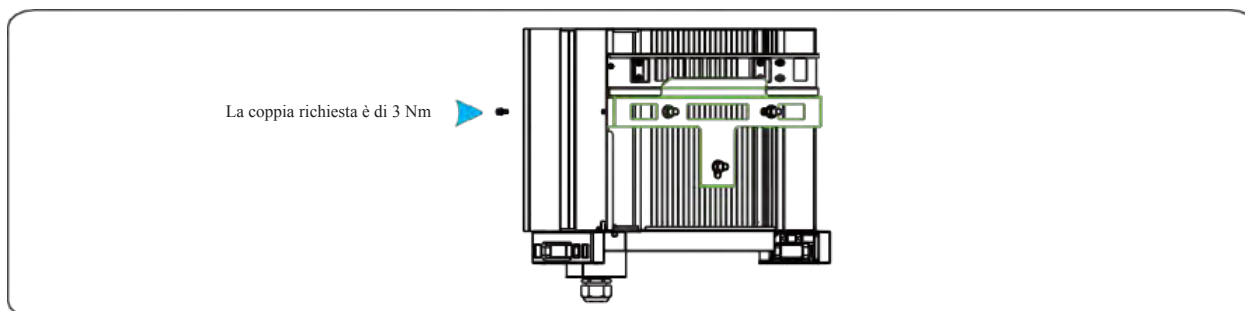

Figura 4.12 - Fissaggio dell'inverter
Passo 3 Serrare una vite a destra dell'inverter e la vite di fissaggio sul pannello posteriore e accertarsi che siano fissate come mostrato nella Figura 4.12.